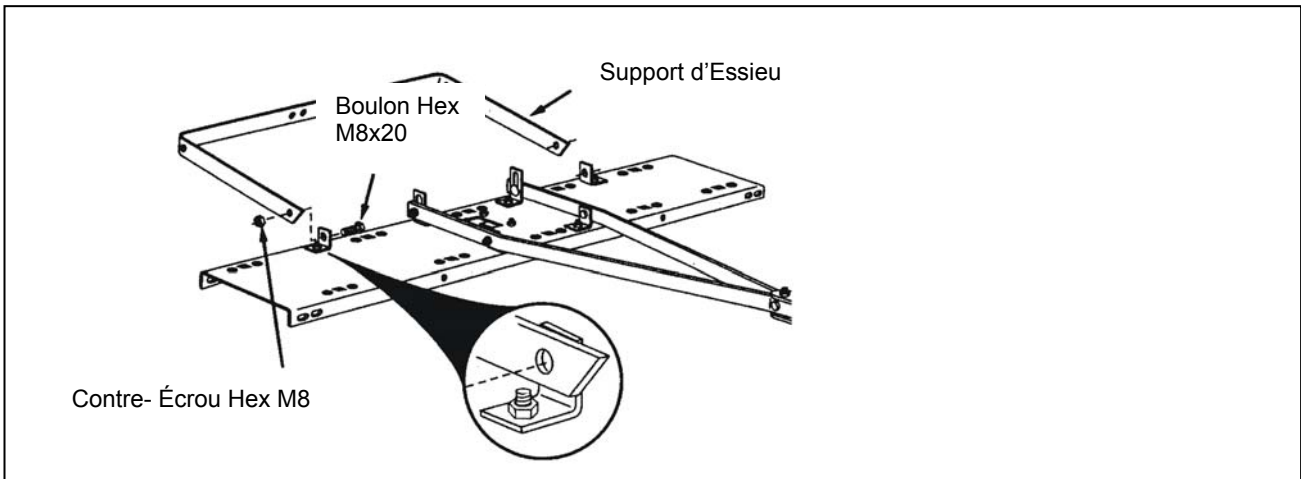

Figure 5
11. Assemblez le support d'essieu à l'extérieur des supports d'appui à l'aide de deux boulons hex M8x20 et des contre-écrous hex M8. Les extrémités des supports d'appui doivent pointer tel qu'indique la figure 5. Serrez puis desserrer les boulons et écrous légèrement.